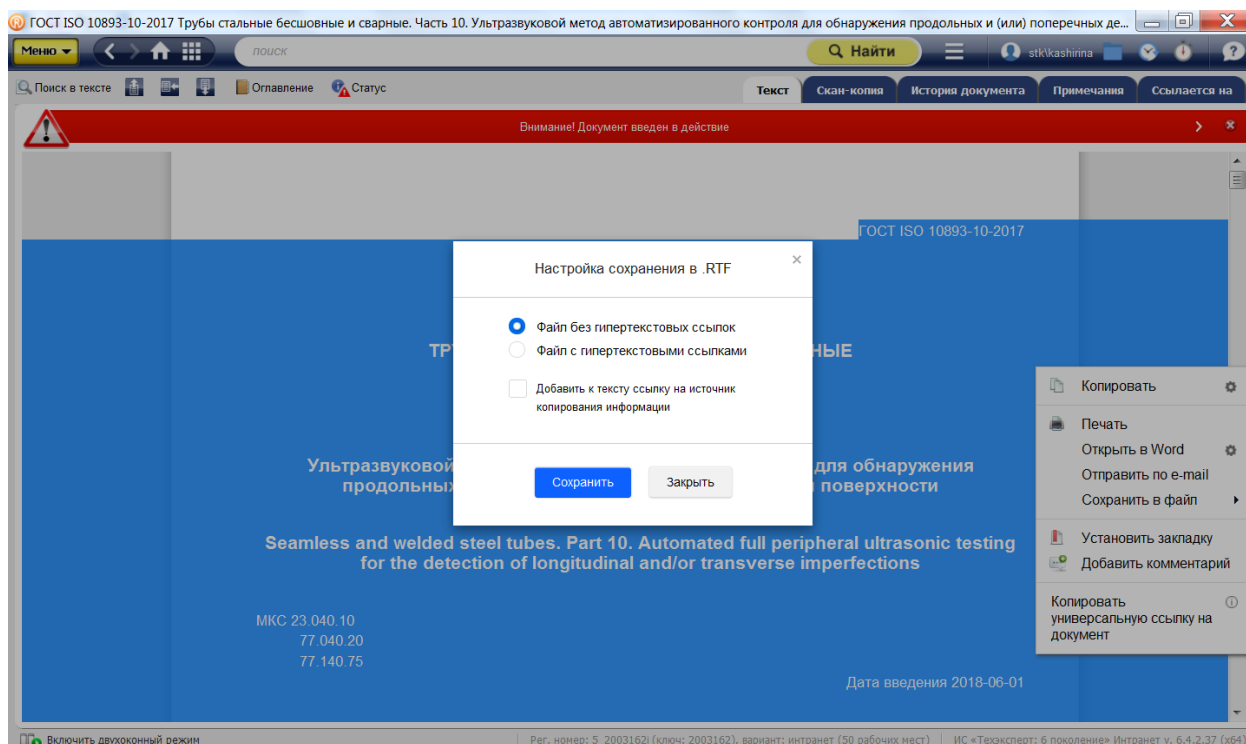

Рис. 15. Настройка функции контекстного меню «Открыть в Word»
2. Откроем в Word текст данного документа без гиперссылок. Для этого нужно выделить фрагмент текста (наименование и предисловие), открыть контекстное меню правой кнопкой мыши, нажать на шестеренку рядом с пунктом меню «Открыть в Word» и выбрать функцию «Файл без гипертекстовых ссылок», нажать кнопку «Сохранить» (рис. 15). Теперь можно нажимать на пункт меню «Открыть в Word». *Обратите внимание, что система запоминает последнюю выбранную функцию, поэтому, если нужно впоследствии открыть файл в Word с гипертекстовыми ссылками, требуется изменить настройку.*